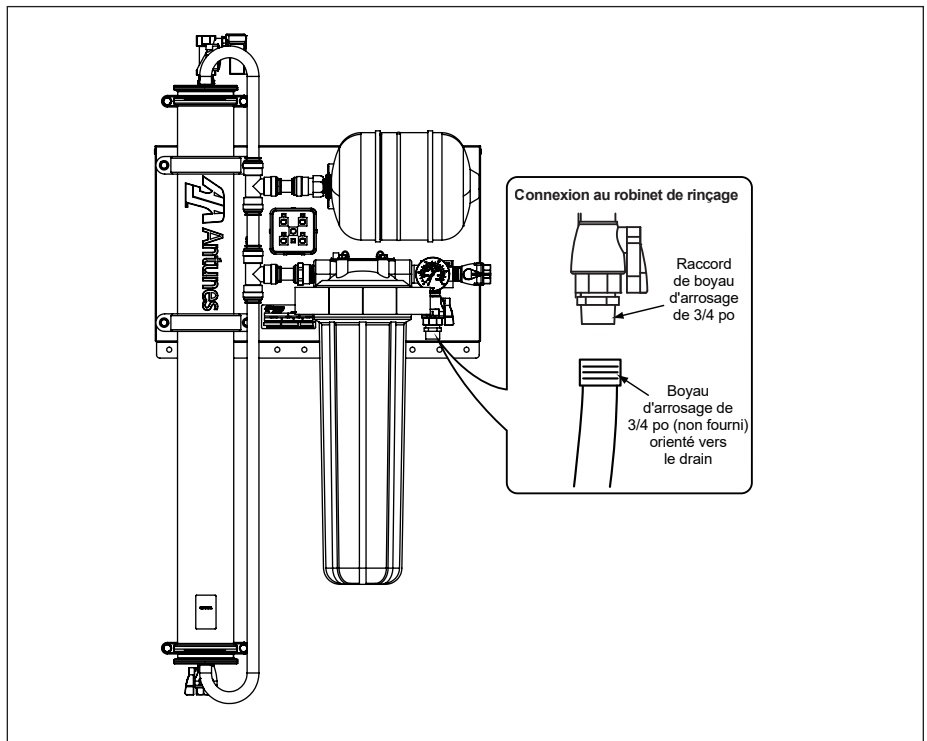

Figure 5. Connexion au robinet de rinçage
3. Connectez le boyau au raccord du robinet de rinçage. Utilisez une clé d'appoint sur le raccord (Figure 5).